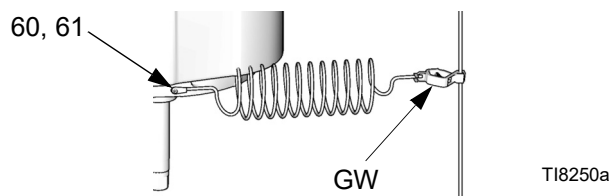

ABB. 2. Erdungskabel
Siehe ABB. 2. Verwenden Sie die Erdungsschraube (60) und die Sicherungsscheibe (61), um den Erdungsdraht (GW), Teile-Nr. 244524, an der Rückseite des Druckluftmotors anzubringen. Ziehen Sie die Schraube fest an. Das andere Ende des Erdungskabels an einem guten Erdungspunkt anschließen.